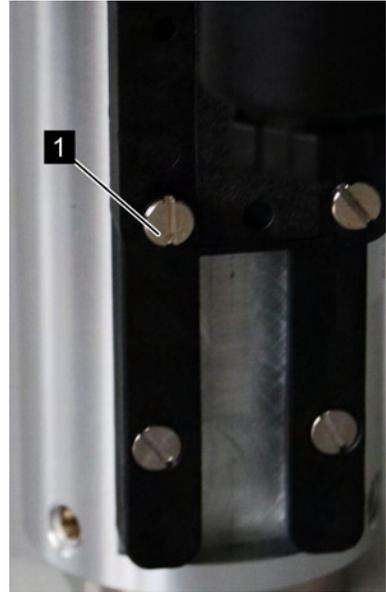

Abb. 32: Feststellschrauben lösen
1. ➔ Die Feststellschrauben des Schaltkontaktes (Abb. 32/1) mit einem Schlitzschraubendreher lösen
6. ▶ Feststellschrauben des Schaltkontaktes (Abb. 32/1) mit einem Sechskant-Schraubendreher wieder anziehen. Dabei Schrauben-Anziehdrehmoment beachten.